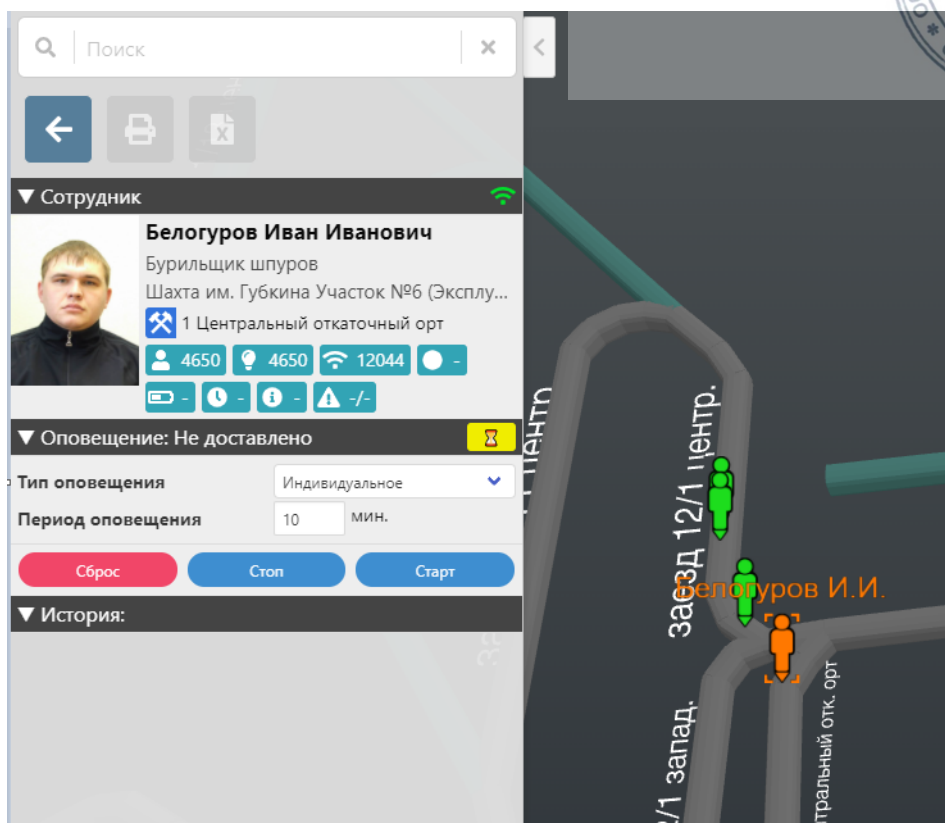

Рисунок 22 – Отправка индивидуального оповещения
2.8.4.4. После выбора типа и периода оповещения, с помощью кнопки «старт» происходит отправка оповещения, при этом состояние меняется на «не доставлено» (рисунок 22).